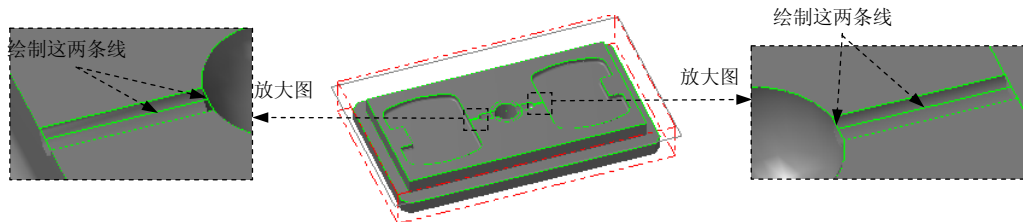

图 20.59 绘制边界
Step1. 绘制边界。选择下拉菜单 **C 绘图** →  **L 任意线** →  **E 绘制任意线** 命令，绘制图 20.59 所示的 4 条直线。
Step3. 设置加工区域。在图形区中选取图 20.59 所示的边线（即 Step1 中所绘制的两条较长的直线），系统自动选取图 20.60 所示的边链。单击  按钮，完成加工区域的设置，同时系统弹出“2D 刀具路径-外形铣削”对话框。